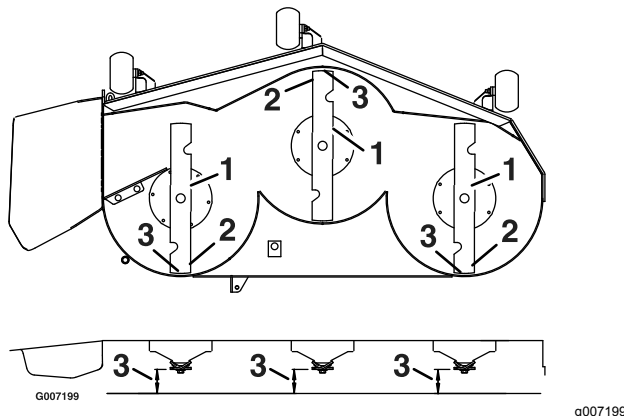

Figura 62
3. Gire cuidadosamente las cuchillas colocándolas en el sentido de avance de la máquina (Figura 62).
4. Mida entre la punta de la cuchilla delantera y la superficie plana y entre la punta de la cuchilla trasera y la superficie plana (Figura 62).